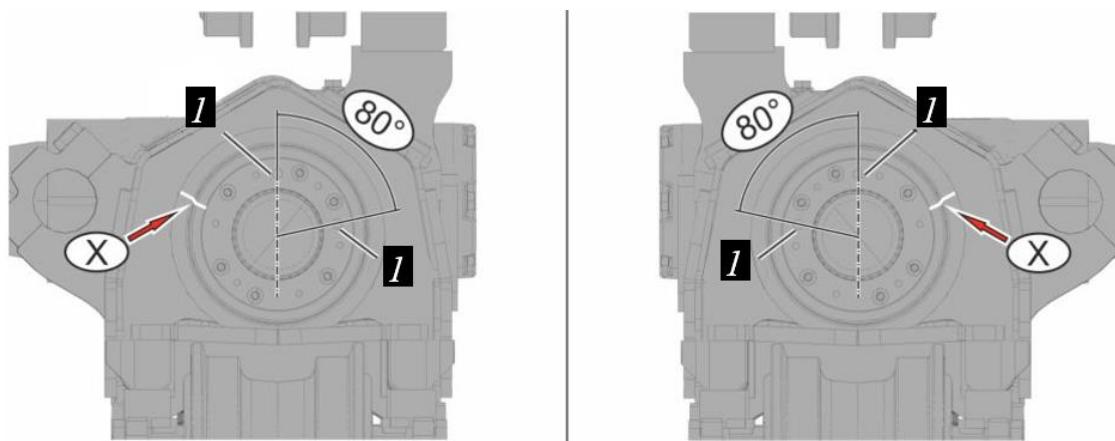

Рисунок 12.25. Позиционирование ходовой части справа и ходовой части слева
► Механизм натяжения слева должен быть установлен установочным отверстием 1 вертикально относительно центра штока, второе установочное отверстие 1 должно быть смещено на 80° вправо, рис. 12.25.
► Механизм натяжения справа должен быть установлен установочным отверстием 1 вертикально относительно центра штока, второе установочное отверстие 1 должно быть смещено на 80° влево, рис. 12.25.